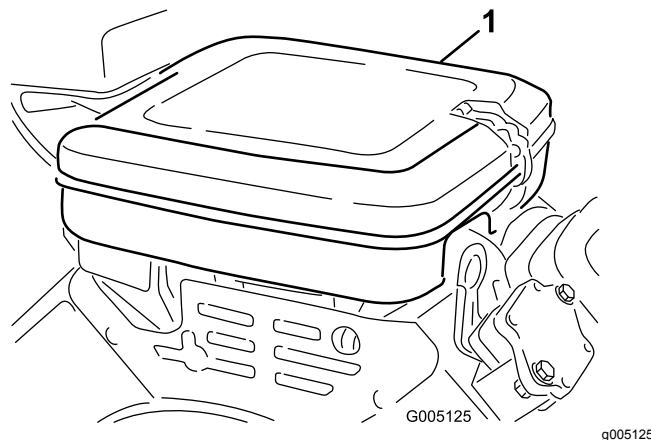

Figura 36
1. Limpie la tapa a fondo (Figura 36).